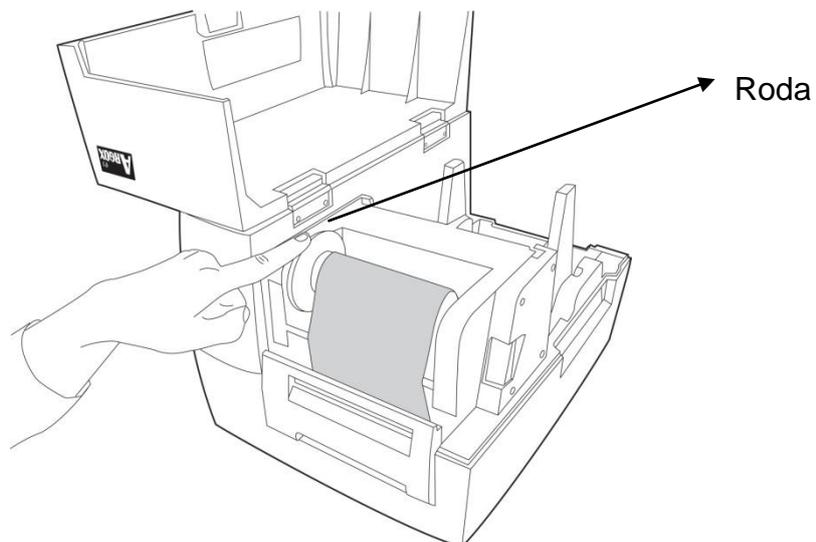

*Figura 7-1*
67. Coloque o módulo da cabeça de impressão para baixo e insira o tubete vazio no suporte de captação (figura 7-1). Primeiro encaixe o lado direito e em seguida o lado esquerdo (figura 7-2)